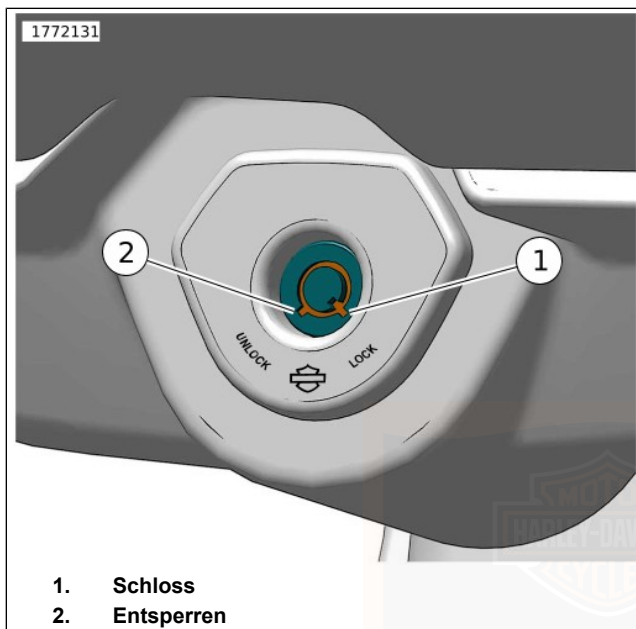

Abbildung 27. Gabelschloss
Siehe Abbildung 27. Das Gabelschloss befindet sich auf der Instrumententafel. Wenn das Gabelschloss sofort nach dem Parken des Motorrads gesperrt wird, erschwert dies die unbefugte Benutzung oder einen Diebstahl. Das Gabelschloss kann mit dem Zündschlüssel ver- und entriegelt werden.
2. Siehe Abbildung 27. Den Schlüssel einstecken und eine Vierteldrehung gegen den Uhrzeigersinn drehen, um den Knopf zu sperren. Den Schlüssel abziehen.
1. Siehe Abbildung 27. Den Schlüssel einstecken und eine Vierteldrehung im Uhrzeigersinn drehen, um den Knopf zu entsperren. Den Schlüssel abziehen.